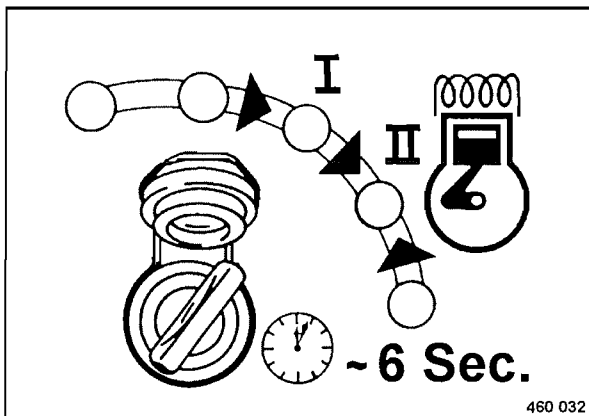

Fig. 43
- Girar la llave de encendido (Fig. 43) en posición "II" pasando por posición "I" y mantenerla así durante aprox. 6 segundos.